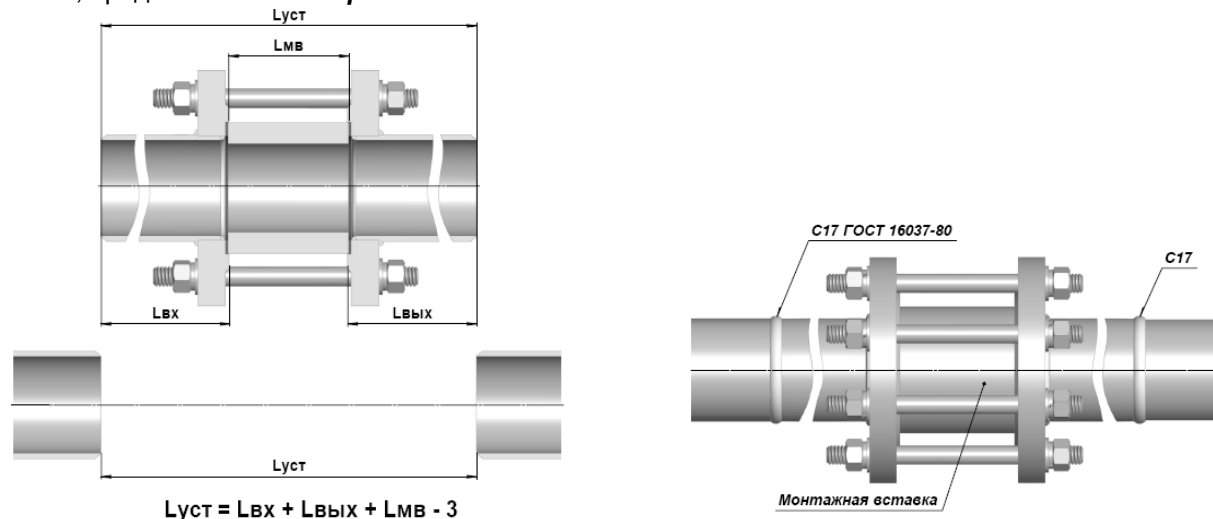

Рисунок 2.2 - Установка вставки с участками
2) Вырезать участок трубопровода длиной **Луст**. (**рисунок 2.2**)
3) С помощью шпилек и гаек собрать узел, состоящий из участков и монтажной вставки и приварить его к трубопроводу, как показано на **рисунок 2.2**.